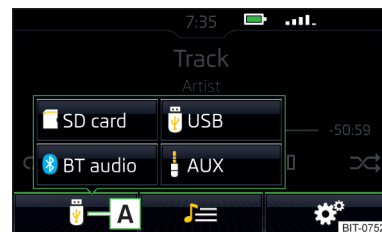

Fig. 181
► En el menú principal *Medía* pulsar la superficie funcional **A** » fig. 180 y/o » fig. 181 y seleccionar la fuente de audio deseada.